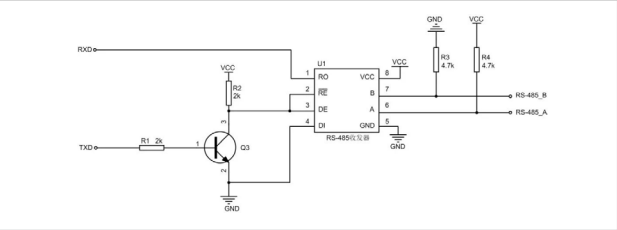

图1 RS-485自动收发示意图
常见的 RS-485 自动收发电路如图 1 所示，电路的逻辑真值表如表 1 所示。
1.1 若使用图 1 所示的自动收发电路，三极管的关断时间较长（主要是由于三极管关断时的存储时间较长），图 1 中所示参数的三极管反相电路，开启延时时间如图 2 所示为 10.2ns，关断延时时间如图 3 所示为 1.14μs，因此若 TXD 发送低电平，DE&RE 引脚较长时间后才会升至高电平，发送低电平的延时时间较长，图 1 所示电路发送低电平信号延时时间如图 4 所示为 1.468μs。